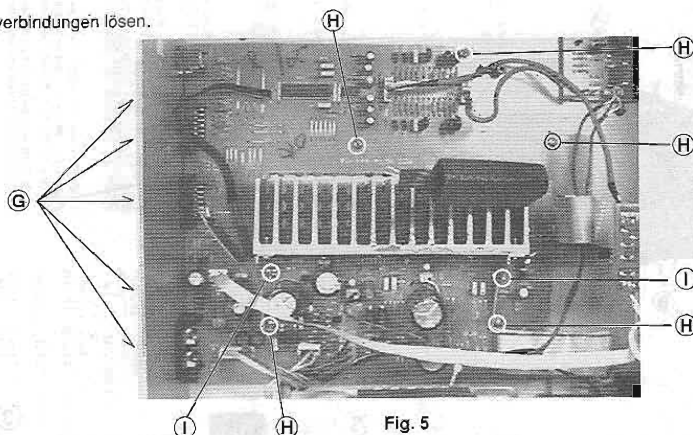

Fig. 5
- 5 Schrauben (G), 5 Schrauben (H) und 2 Schrauben (I) herausdrehen (Fig. 5).
- Undo 5 screws (G), 5 screws (H) and 2 screws (I) (Fig. 5).